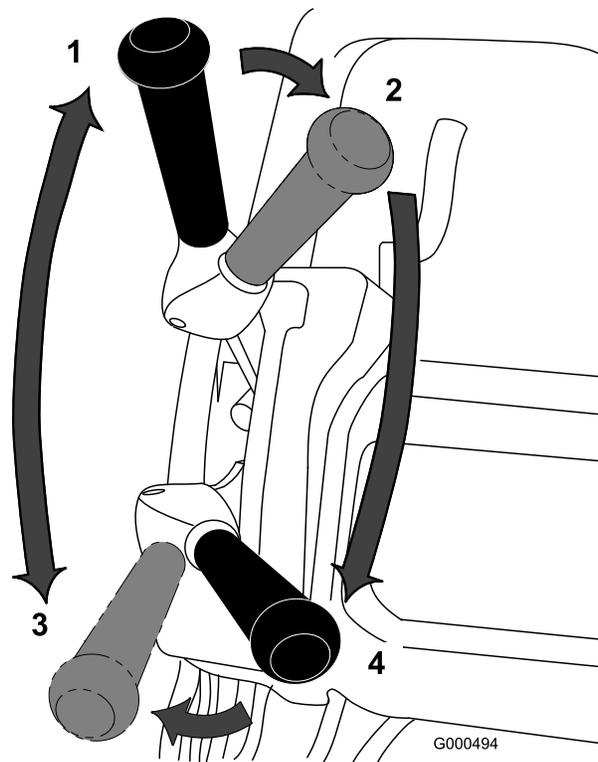

Figura 23
1. Arranque el motor, ponga el acelerador en Lento, empuje el manillar hacia abajo para elevar la unidad de corte, ponga la palanca de tracción en Engranada y lleve el cortacésped al borde del green (Figura 23).
2. Ponga la palanca de tracción en Desengranada y engrane la palanca de transmisión al molinete (Figura 23).
3. Ponga la palanca de tracción en la posición Engranada, aumente la velocidad con el acelerador hasta que el cortacésped se desplace a la velocidad deseada, lleve el cortacésped al green, baje la parte delantera del cortacésped y empiece a segar (Figura 23).